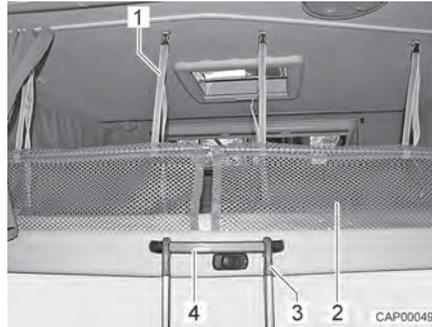

Fig. 77 Échelle de montée et filet de sécurité
- Accrocher l'échelle de montée (Fig. 77,3) à la poignée étrier (Fig. 77,4) du lit escamotable à l'aide des deux étriers.
Les filets de sécurité (Fig. 77,2) et les sangles de retenue sont rangés sous le matelas. Ne tendre les filets de sécurité qu'une fois que les personnes se trouvent dans le lit escamotable.
- Faire s'enclencher les sangles de retenue (Fig. 77,1) dans les œillets du plafond.